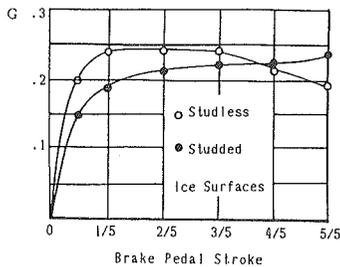

図1 雪氷路用タイヤの制動特性 (氷板路)
1 雪質と制動特性 雪氷路では氷板路が最もすべり易いが、スパイクタイヤ (SP) とスタッドレスタイヤ (STL) では、ブレーキペダルの踏代 (全ストロークを5/5とする) によって制動時の減速度 (G: μ と同じ) が異なることが実験で判明している。図1によれば、SPはペダルを一杯踏んだ場合が最もすべらないが、STLでは1/5 ~ 3/5程度踏んだ場合が最もすべらない。